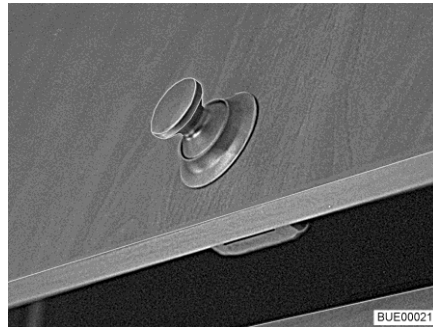
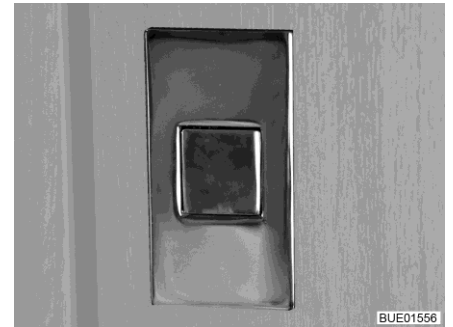

Fig. 86 Trampilla de muebles con botón de presión (redondo)
Fig. 87 Trampilla de muebles con botón de presión (rectangular)
- Pulsar la parte interior de la cerradura. El botón de presión (Fig. 86 o Fig. 87) salta hacia fuera.